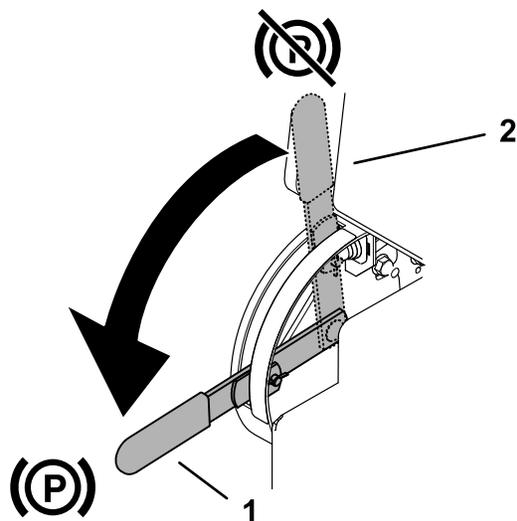

Рисунок 7
- Для включения стояночного тормоза поверните его рычаг вниз (Рисунок 7).
- Для выключения стояночного тормоза поверните его рычаг вверх (Рисунок 7).